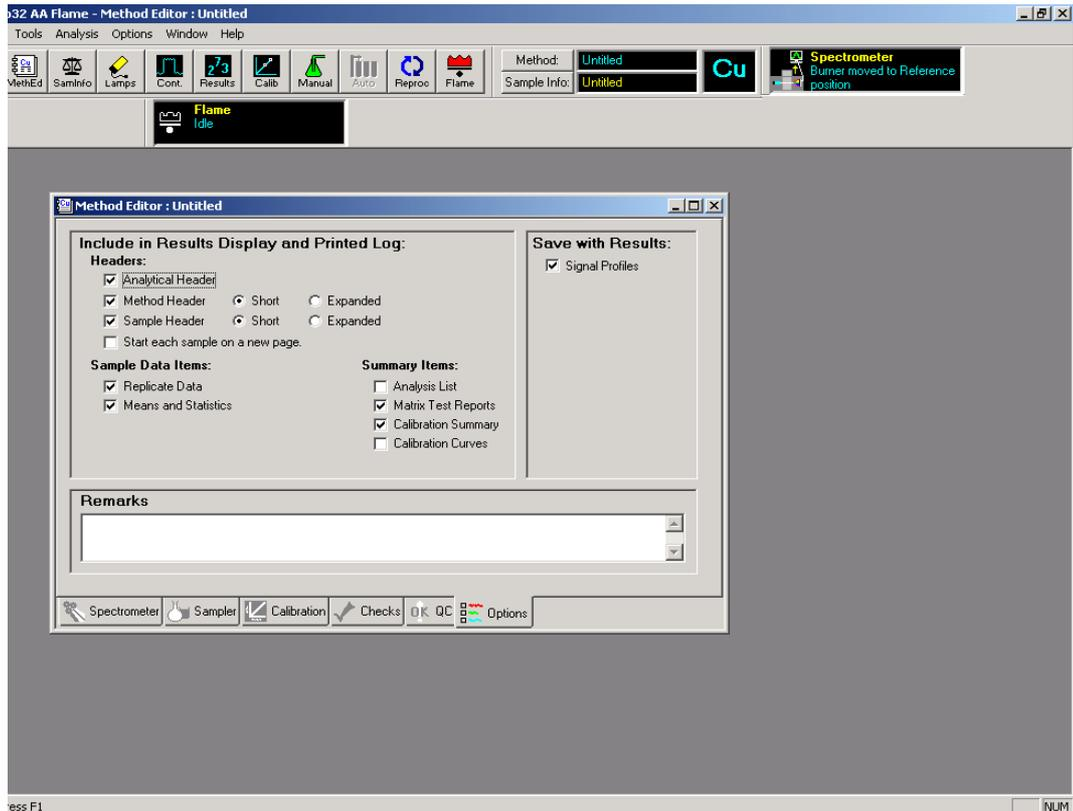

图 13.显示及打印项目选择页面
1.2.11 如果是进行手动进样测定,可跳过下面两个用于对测定过程进行质量控制的“Checks”和“QC”页面,直接进入“Option”,如下图 13: